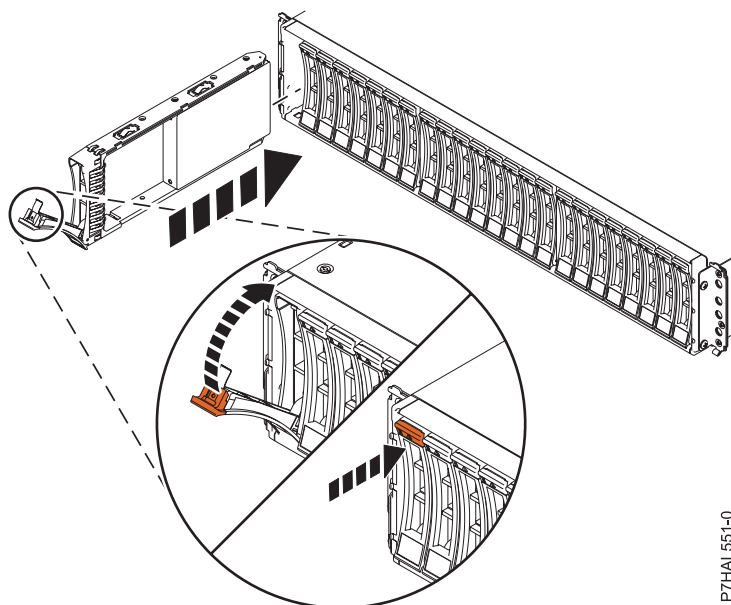

Figura 3. Instal·lació de la unitat de disc a Allotjament de la unitat de disc 5887
1. Amb la nansa en posició desbloquejada, consulteu Figura 3 a la pàgina 9, aguanteu la part inferior de la unitat mentre l'alineu amb les guies de la unitat d'expansió.